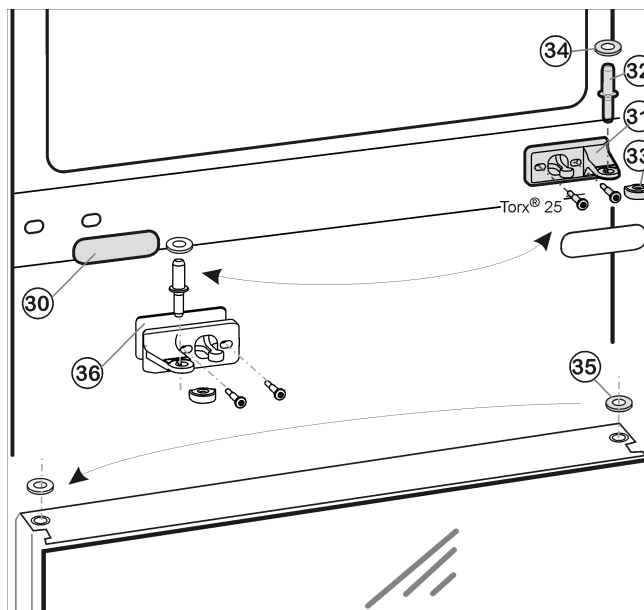
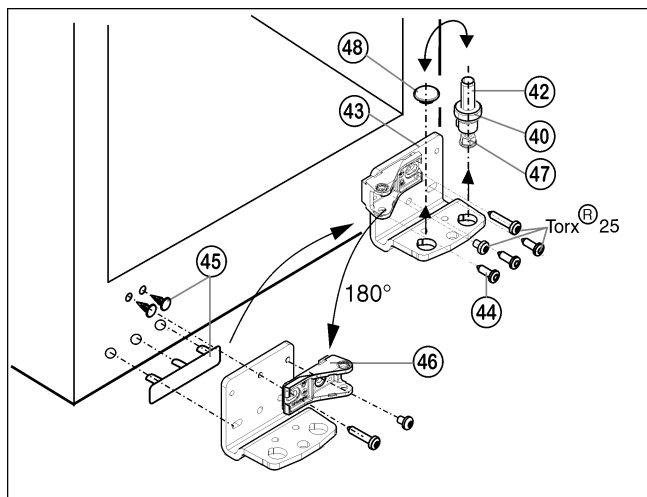

Fig. 11
Fig. 12
- Prostřední ložiskový čep *Fig. 11 (32)* s podložkou *Fig. 11 (34)* vytáhněte ze stojanu ložiska a spodních dveří.
- Plastovou čepičku *Fig. 11 (33)* stáhněte.
- Stojan ložiska uprostřed *Fig. 11 (31)* odšroubujte (2 krát Torx® 25).
- Krytku Fig. 11 (30) opatrně stáhněte.
- Prostřední stojan ložiska Fig. 11 (31) s podložkou Fig. 11 (36) přišroubujte otočený o 180° na novou stranu závěsu (**s 4 Nm**).
- Krytku Fig. 11 (30) otočenou o 180° zasuňte na nové straně madla.
- Podložku Fig. 11 (35) přemontujte na druhou stranu.
- Ložiskový čep Fig. 12 (42) včetně podložky Fig. 12 (40) a seřizovací nožky Fig. 12 (47) vytáhněte nahoru.
- Zátku Fig. 12 (48) odstraňte.
- Stojan ložiska Fig. 12 (43) odšroubujte Fig. 12 (44).
- Krytku a zátku na straně madla Fig. 12 (45) opatrně vytáhněte a přemístěte na druhou stranu.
- Stojan ložiska Fig. 12 (43) na nové straně závěsu zase přišroubujte příp. pomocí akumulátorového šroubováku (**momentem 4 Nm**).
- Ložiskový díl Fig. 12 (46) odšroubujte a zevnitř zase dotáhněte otočený o 180°, dlouhý šroub vždy zašroubujte do podélného otvoru.
- Zátku Fig. 12 (48) zase vložte do druhé díry.
- Ložiskový čep Fig. 12 (42), s podložkou a seřizovacími nožkami, zase nasadte. Přitom dávejte pozor, aby zajišťovací vačka směřovala dozadu.
- Dveře nasadte shora na spodní ložiskový čep Fig. 12 (42).
- Plastovou krytku Fig. 11 (33) nasadte zase na prostřední stojan ložiska Fig. 11 (31).
- Prostřední ložiskový čep Fig. 11 (32) vložte přes prostřední pouzdro ložiska Fig. 11 (31) do spodních dveří na nové straně závěsu.
- Podložku Fig. 11 (34) nasuňte na prostřední ložiskový čep Fig. 11 (32).
- Horní dvířka usadte na prostředním ložiskovém čepu Fig. 11 (32).
- Dveře případně pomocí podélných děr ve spodním stojanu ložiska Fig. 12 (43) a v prostředním stojanu ložiska Fig. 11 (31) vyrovnejte tak, aby lícovaly se skříní. Vyšroubujte prostřední šroub na stojanu ložiska dole Fig. 12 (43).